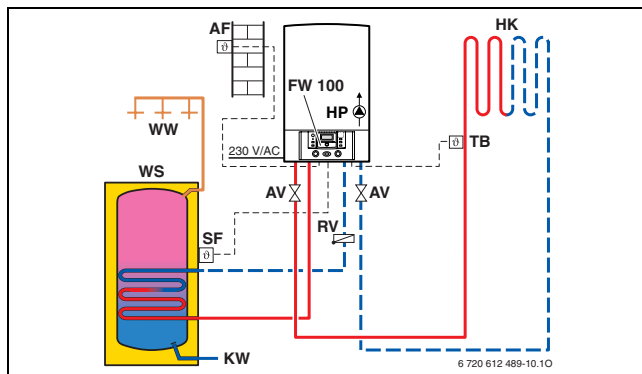

Bild 17 Beispiel mit witterungsgeführtem Regler FW 100 und Fußbodenheizung bis 1000 l/h
- Einsatz einer hydraulischen Weiche bei sauerstoffdichtem Rohr: bei Fußbodenheizungen mit einer Wassermenge unter 1000 l/h kann die hydraulische Weiche wie in Bild 17 entfallen (siehe dazu auch Merkblatt für Fußbodenheizungen 7 181 465 172).